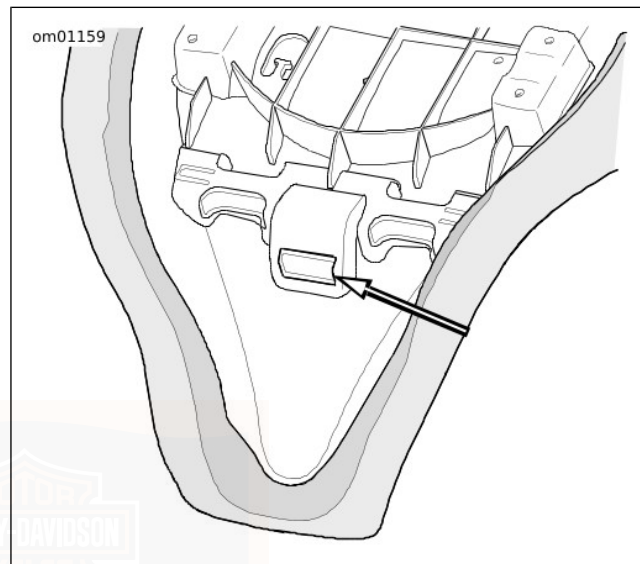

Figure 80. Fente de montage de la selle
1. Voir Figure 80. Placer la selle sur le tube central du cadre.